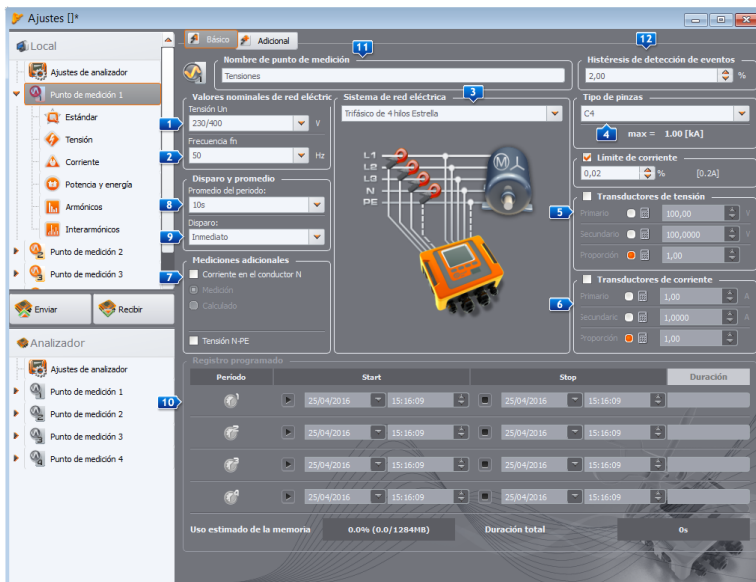

Fig. 27. Ajustes principales del punto de medición 1.
Para cambiar los ajustes principales del punto de medición se debe seleccionar del panel Local, haciendo un solo clic, la posición **CONFIGURACIÓN 1**. La pantalla debe ser como en la Fig. 27.
- sistema de la red (elemento **3** en la Fig. 27) como una sola fase,